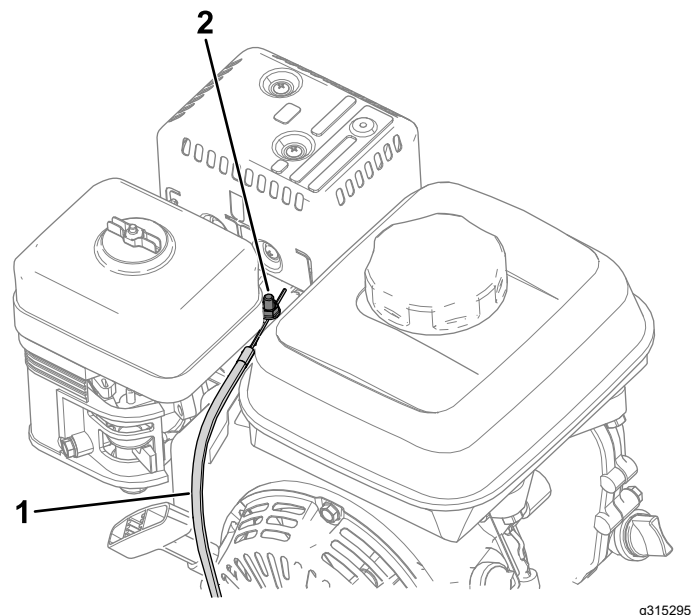

Рисунок 39
4. Ослабьте затяжку винта на зажиме канала троса (**Рисунок 39**).